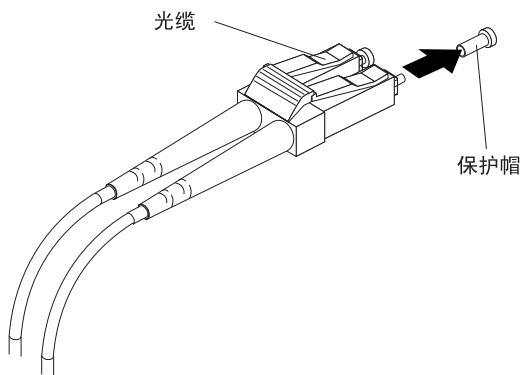

图 3-13. 卸下光缆保护帽
3. 从 LC-LC 电缆的一端卸下两个保护帽, 如第 3-10 页的图 3-13 中所示。请妥善保管保护帽以供以后使用。